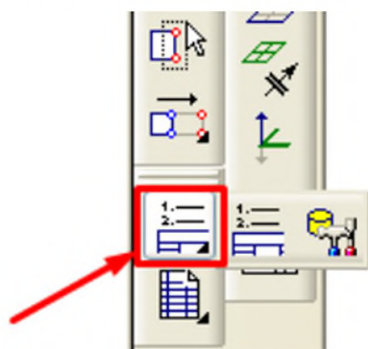

Рис. 6.1
2. Указанием курсора и щелчком левой кнопки «мыши» нажать кнопку **Технические требования**  на вертикальной панели слева от рабочего поля (рис. 6.1).